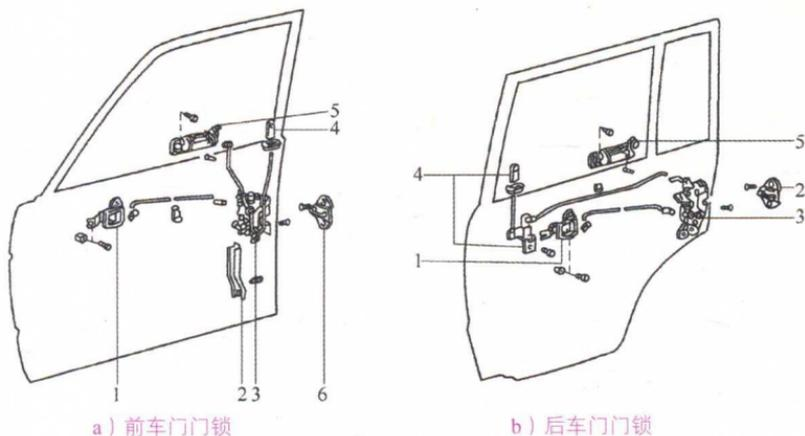

图 3-47 轿车前、后车门门锁安装结构
(1) 汽车车门锁分类 轿车前、后车门门锁的安装情况如图3-47所示。